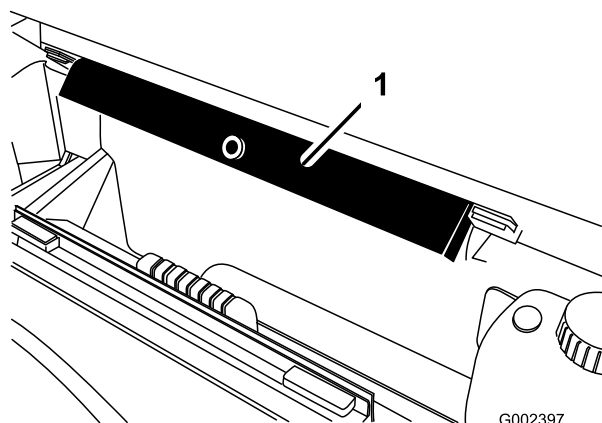

Figure 1
- B. Sortez la béquille de sécurité des supports de rangement au dos du panneau du système ROPS (Figure 1).
2. Insérez la béquille de sécurité dans les supports au dos du panneau du système ROPS (Figure 1) ; voir Préparatifs d'installation du kit.